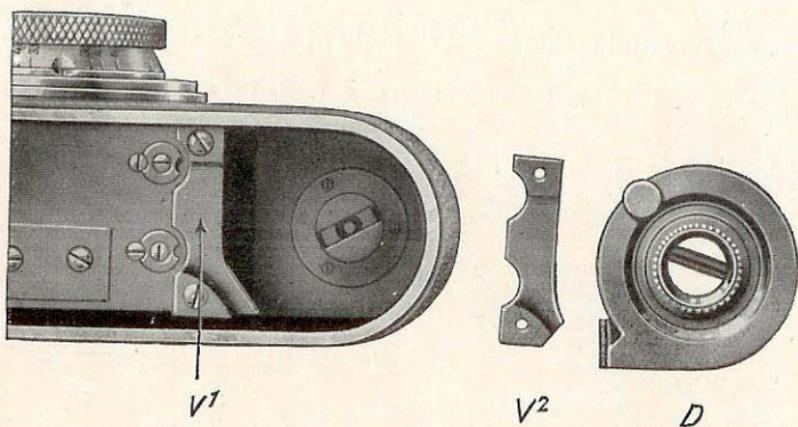

Figure 11
**Observation importante.** Les appareils Leica de fabrication assez ancienne et dont l'intérieur n'a pas été encore équipé avec le pont de verrouillage, que représente la figure 11, doivent en être munis avant de pouvoir y utiliser les cartouches-magasins. La page 11 fournit tous renseignements à ce sujet.